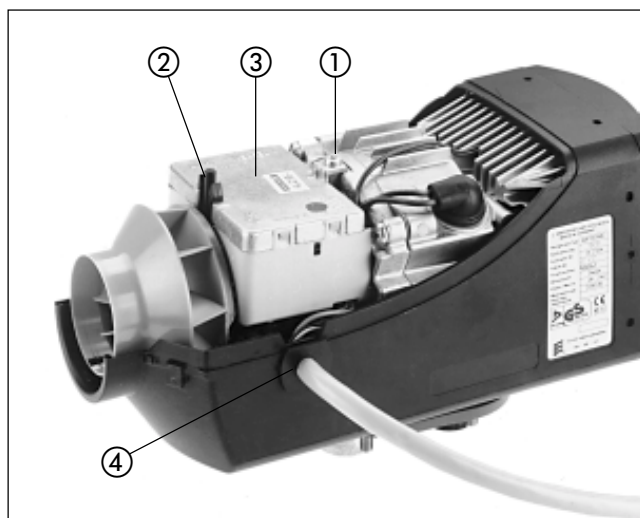

Bild 2
Steuergerät ausbauen (siehe Bild 2)
- Steuergerät ausbauen (siehe Bild 2).